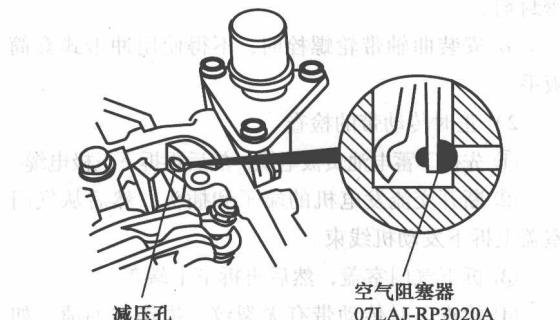

图 1-7 用专用工具堵住减压孔
- ① 确认接于空气压缩机上的气压表读数超过 400 kPa。
- ② 检查摇臂之前，应先检查气门间隙。
- ③ 用布将正时传动带盖住以保护传动带。
- ④ 在每个气缸活塞处于上止点时检查其主摇臂。使用专用工具检查步骤与方法如下：
- ① 拆下气门室盖，并用专用工具（空气阻塞器）堵住减压孔，如图 1-7 所示。